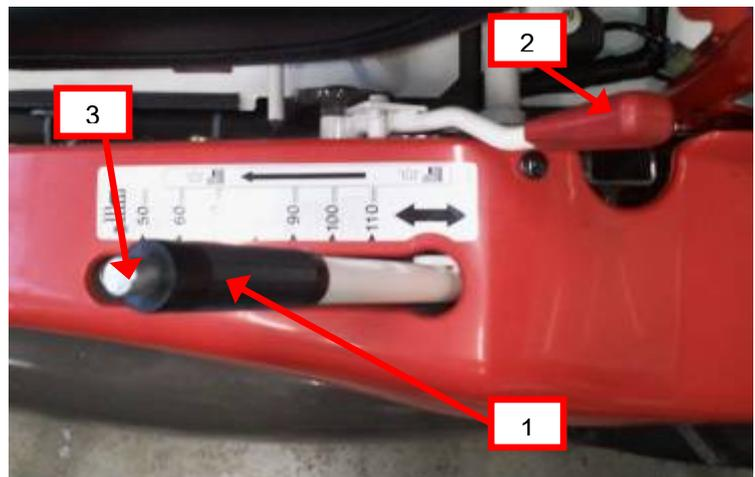

Figure 10
La position la plus haute du levier (1) correspond à la position transport. Vous pouvez régler la hauteur de coupe en appuyant sur le bouton poussoir (3) et en actionnant le levier (1), plus le levier est bas plus la coupe de l'herbe est basse (Figure 10).
Vérifiez lorsque vous utilisez l'embrayage de la coupe, que le levier de réglage de la hauteur de coupe soit bien en position tonte (Figure 10)